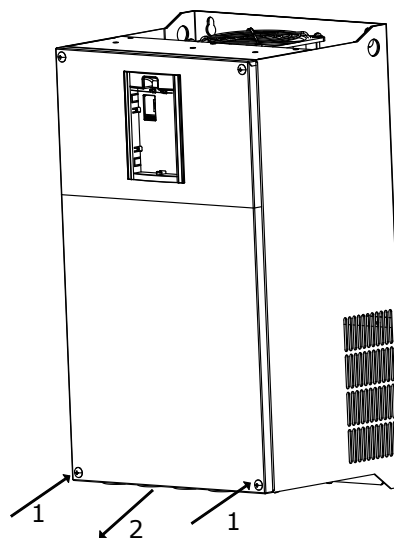

Рисунок 2.11 — Открытие нижней крышки ПЧ OptiCore A600-H45K-380-D-T и ПЧ большей мощности
- для снятия нижней крышки ослабить с помощью крестовой отвертки два невыпадающих винта (см. рисунок 2.11 поз. 1);